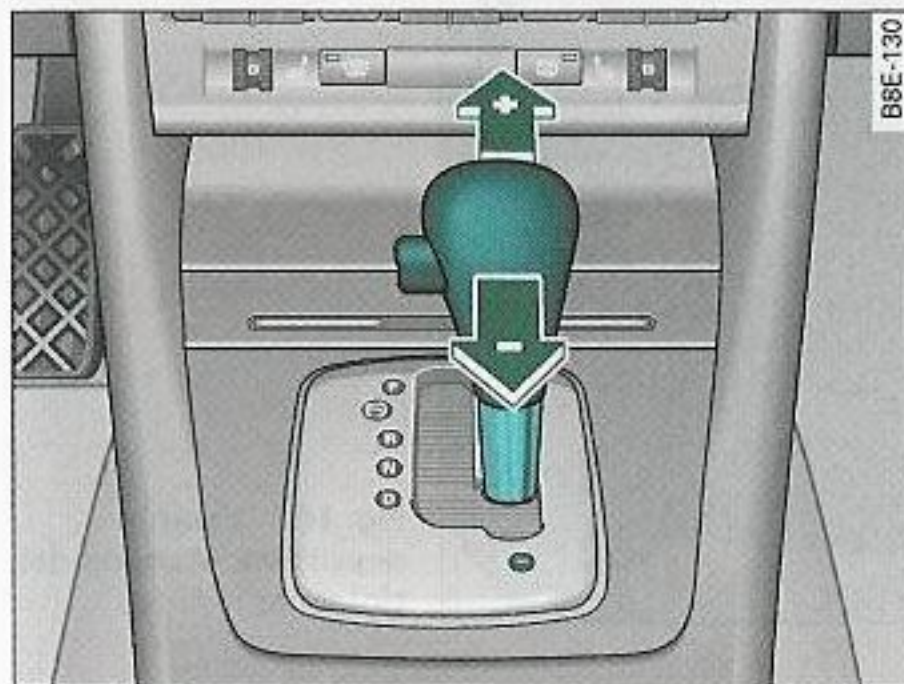

Fig. 158 Consola central: Cambiar las marchas manualmente (tiptronic)
- Desplace brevemente la palanca selectora (en la posición tiptronic) hacia adelante ⇒ fig. 158 (+).